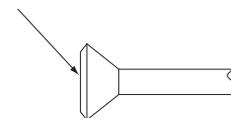

Fig. 14
- Al realizar una conexión abocardada, recubra la superficie interior sólo con aceite de éter o éster de aceite. (Refiérase a la Fig. 14)